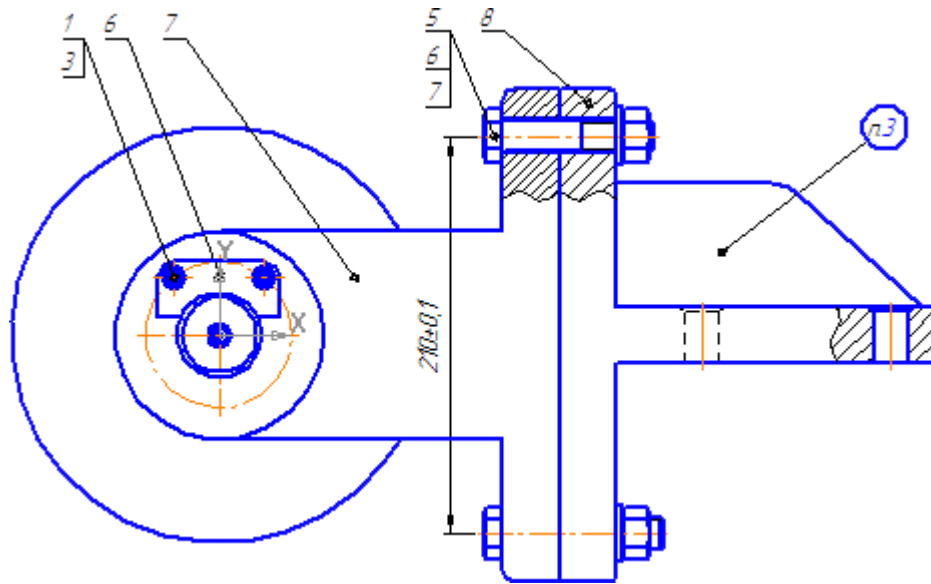

Рисунок 39.
- Проставьте остальные позиционные обозначения на главном виде. Выровняйте позиции по горизонтали (рис. 39).